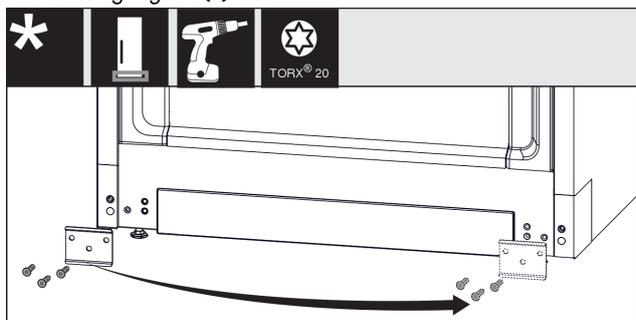

Fig. 15
- ▶ Blech Fig. 15 (1) abschrauben, auf die andere Seite umsetzen und wieder anschrauben.